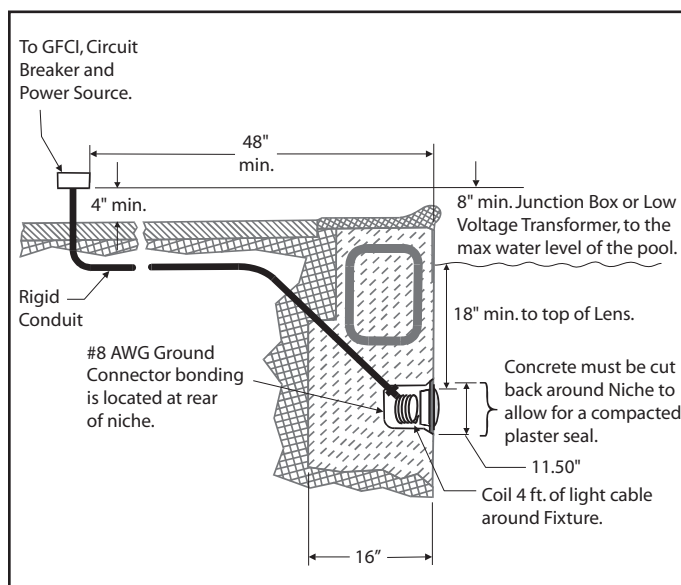

Figura 1. Instalación de la luz de colores digital Jandy Pro Series
NOTA el electricista debe completar los pasos de preparación antes de instalar la luz. Véase la Figura 1.
2. La caja terminal (o el transformador de voltaje bajo para los modelos de 12 voltios) debe ubicarse al menos a ocho (8) pulgadas por encima del nivel del agua, al menos a cuatro (4) pulgadas por encima del nivel del suelo y al menos a cuatro (4) pies del borde de la piscina. Véase la Figura 1.
3. La luz y todos los elementos metálicos que estén a menos de cinco (5) pies de la piscina deben estar correctamente interconectados y tener una conexión a tierra fiable.
4. El nicho debe estar instalado correctamente, de manera que la parte superior del lente de la luz subacuática se encuentre a un mínimo de 18 pulgadas por debajo de la superficie de agua en la piscina. Véase la Figura 1.
5. El nicho debe tener sus partes metálicas correctamente interconectadas y una conexión a tierra a través de un conector a tierra AWG N° 8 ubicado en la parte trasera del nicho. Véase la Figura 1.
1. Haga pasar el cable a través del conducto hacia la caja terminal, y deje al menos cuatro (4) pies de cable en la luz para enrollarlo en la base del nicho de la luz, consulte la Figura 1. Los cuatro (4) pies de cable facilitan el mantenimiento una vez que la piscina esté llena.
2. Corte el cable en la caja terminal, deje al menos seis (6) pulgadas para realizar las conexiones.
3. Pele seis (6) pulgadas de la camisa del cable para dejar al descubierto los tres cables aislados. *Tenga cuidado de no dañar el aislamiento de los tres (3) cables internos.*
4. Instale el aliviador de tensión en la camisa del cable y conecte los tres (3) cables a los circuitos correspondientes en la caja terminal. Instale la cubierta de la caja terminal.
2. La caja terminal (o un transformador de voltaje bajo para los modelos de 12 voltios) debe ubicarse al menos a ocho (8) pulgadas por encima del nivel del agua, al menos a cuatro (4) pulgadas por encima del nivel del suelo o del perímetro exterior de la piscina, y al menos a 48 pulgadas del borde de la piscina o el spa. Véase la Figura 1.
5. Deje al menos cuatro (4) pies de cable para enrollarlo alrededor de la luz o en la base del nicho de la luz, consulte la Figura 1. Esto permite que la luz reciba mantenimiento luego de que la piscina esté llena.
6. Corte el cable en la caja terminal, deje al menos seis (6) pulgadas para realizar las conexiones.
7. Pele seis (6) pulgadas de la camisa del cable para dejar al descubierto los tres cables aislados. *Tenga cuidado de no dañar el aislamiento de los tres (3) cables internos.*
8. Instale el aliviador de tensión en la camisa del cable y conecte los tres (3) cables a los circuitos correspondientes en la caja terminal. Instale la cubierta de la caja terminal.